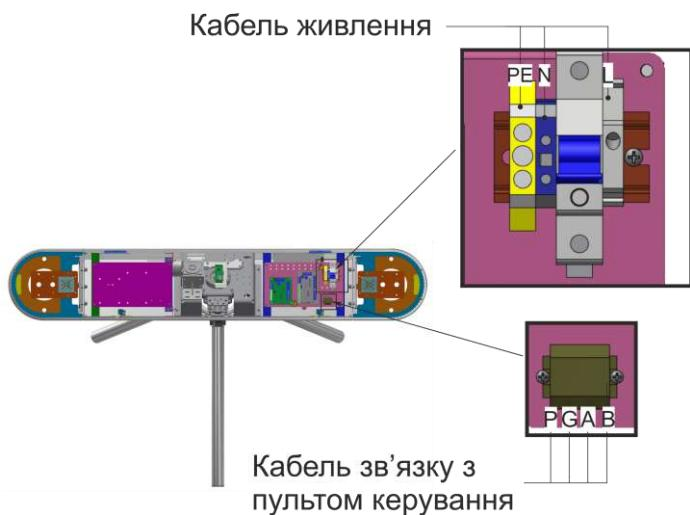
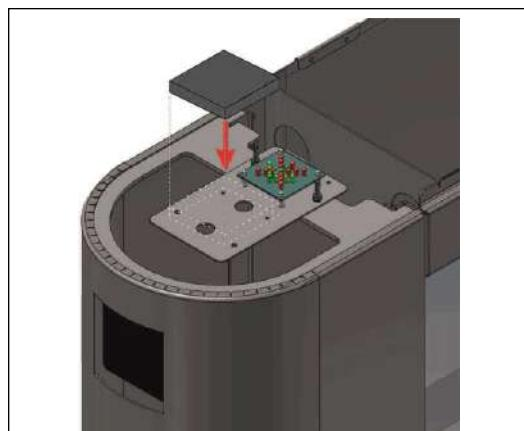

Рис. 17– Підключення кабелю живлення і кабелю зв'язку з пультом керування
Рис. 18– Місце встановлення зчитувача в турнікет-трипод
11) Підключення турнікету (Рис.17):
- Фаза (L) – до захисного автоматичного вимикача;
- Нуль (N) – до клеми ~230 В (N);
- Земля (PE) - до клеми Заземлення (PE).
- У турнікетах «GALAXY-M» зчитувачі встановлюються на спеціальний, регульований по висоті кронштейн, який розташований під кришкою 4 поруч із світловим табло індикації 3 (Рис.18).